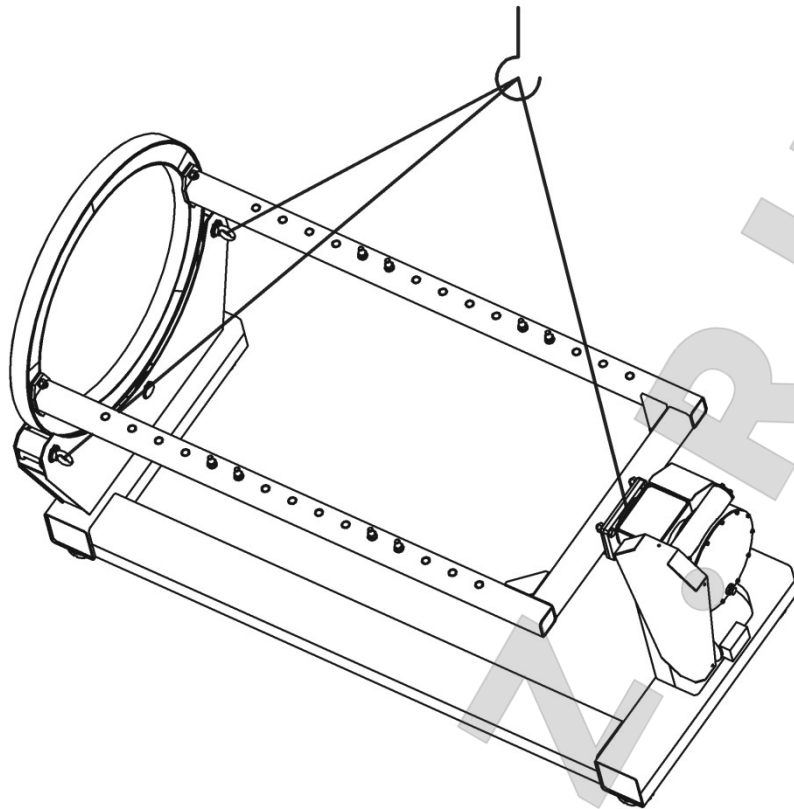

Рис. 4 Схема строповки стенда
9.6. Схема строповки станда приведена на рис. 4.